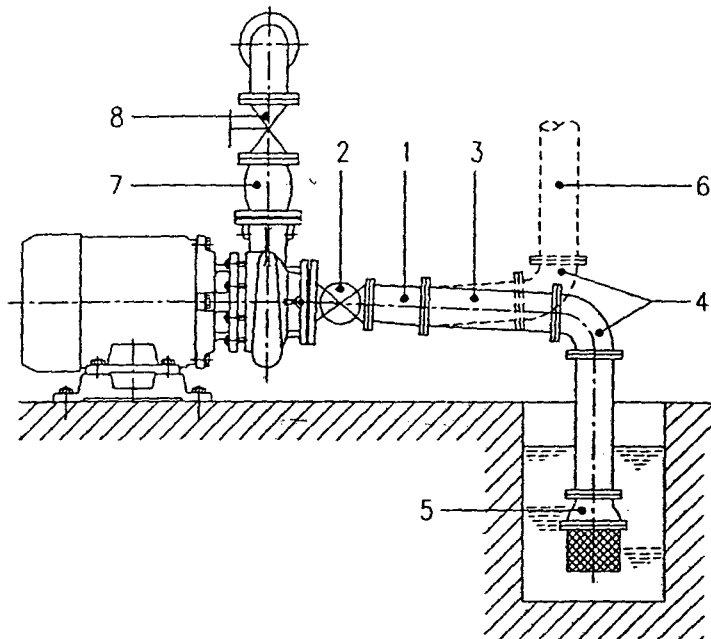

FIGURA 1
3.2.2 En la Figura 1 se muestra una disposición típica recomendada para el montaje de las tuberías de aspiración o carga y de impulsión.
- 5.3 En el caso que la bomba trabaje en aspiración, para evitar que la bomba y la línea de succión se desocupen, se deberá contar con una válvula de pie al final de dicha línea (Ver Figura 1).